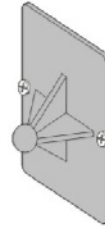

Abb. 14
4. Schrauben Sie den Halter an die Wand in der auf der Abbildung 14 bezeichneten Richtung.